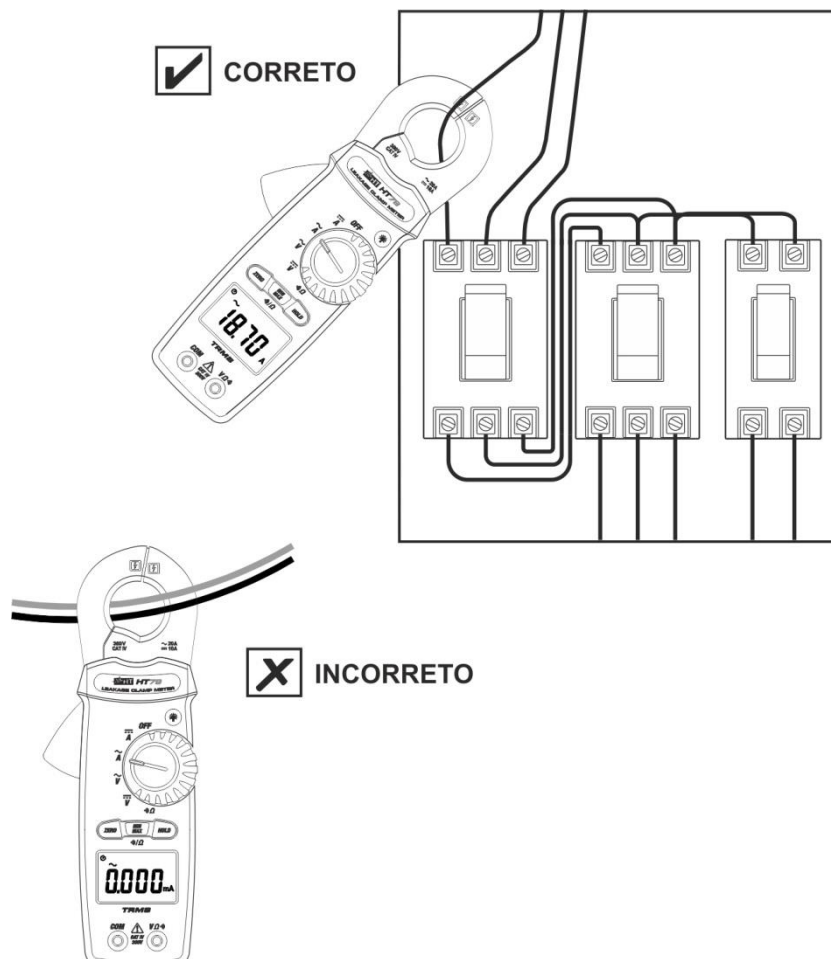

Fig. 9: Uso do instrumento para medir Correntes CA
3. Fig. 9) a fim de obter medições precisas (ver Fig. 2). O valor da corrente CA, é apresentado no display